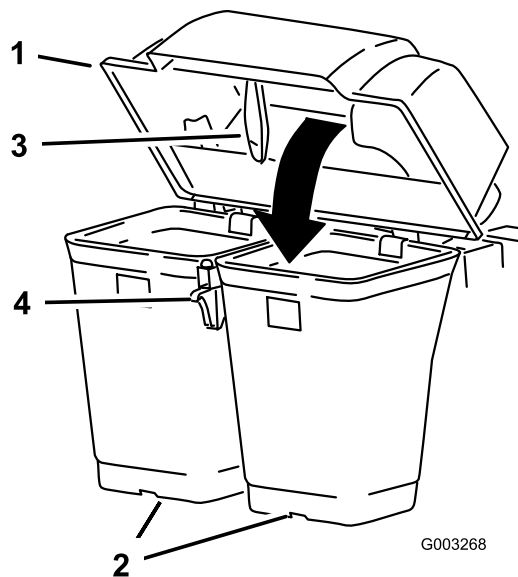
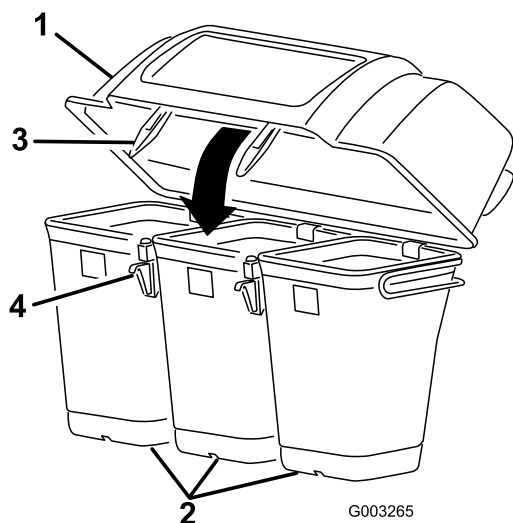

Figura 10
Figura 11
7. Abbassate il cofano sui cesti (**Figura 10** o **Figura 11**).